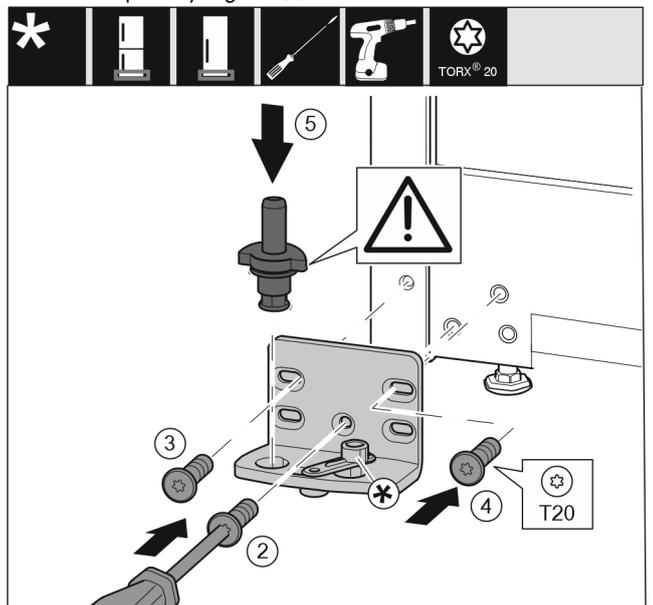

Fig. 37
- ▶ Установите опорный кронштейн с другой стороны и прикрутите с помощью отвертки. Начинайте с винта Fig. 37 (2) снизу в центре.
- ▶ Затяните винт Fig. 37 (3) и винт Fig. 37 (4).
- ▶ Снова установите опорный палец Fig. 37 (5) в сборе. При этом проследите за тем, чтобы выступ фиксатора был направлен назад.
- ▶ Установите опорный кронштейн с другой стороны и прикрутите с помощью отвертки. Начинайте с винта (2) снизу в центре.*
- ▶ Затяните винт (3) и винт (4)*.
- ▶ Поверните соединительный элемент амортизатора закрывания дверей (5) на 180°. Прикрутите с другой стороны опорного кронштейна с помощью отвертки.*
- ▶ Снова установите опорный палец (6) в сборе. При этом проследите за тем, чтобы выступ фиксатора был направлен назад.*